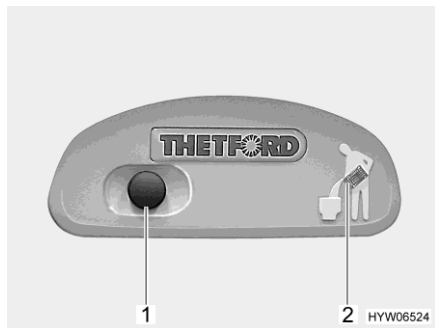
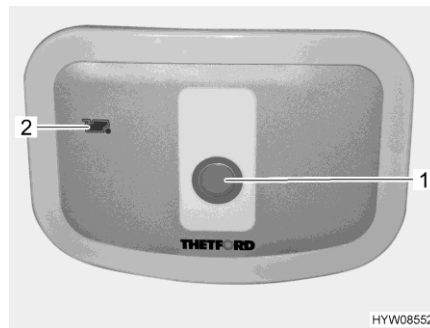

Fig. 297 Botón del inodoro/luz de control del inodoro Thetford
Fig. 298 Botón del inodoro/luz de control del inodoro Thetford (alternativa)
- Para lavar, pulsar el botón del inodoro azul (Fig. 297,1 ó Fig. 298,1).
La luz de control (Fig. 297,2 ó Fig. 298,2) se enciende cuando es necesario vaciar el depósito de aguas fecales.